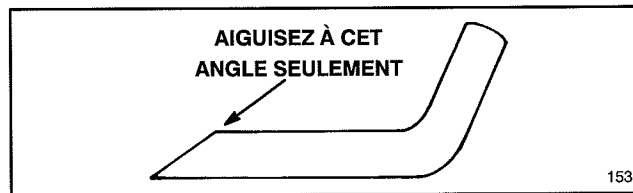

Figure 21
6. AIGUISAGE DE LA LAME – A l'aide d'une lime, aiguisiez le tranchant aux deux extrémités de la lame (Fig. 21). Le lame restera équilibrée si vous enlevez la même quantité de métal des deux extrémités de la lame.